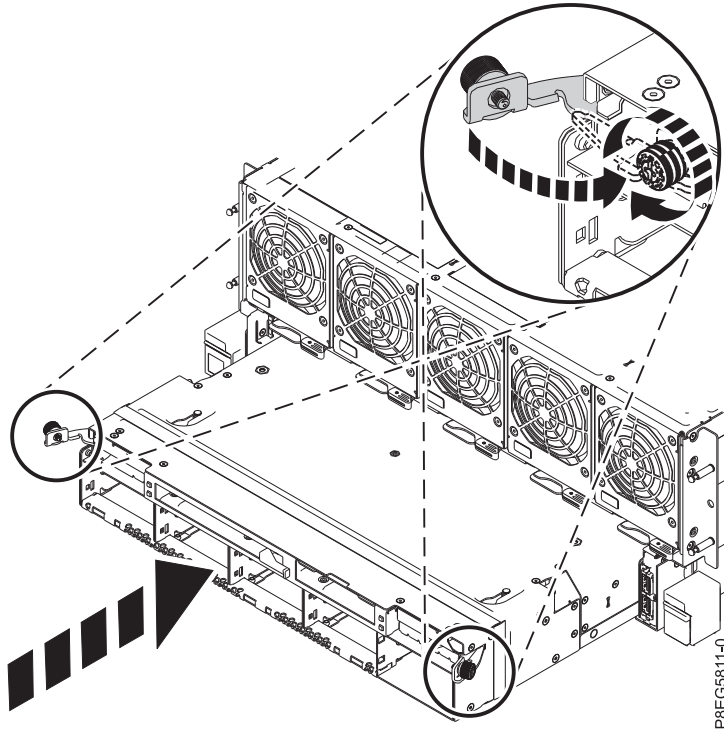

Figure 18. Remise en place de l'assemblage RAID
6. Insérez l'assemblage RAID dans le système. Enclenchez les verrous et vissez les vis, comme indiqué à la figure 18, à la page 16.